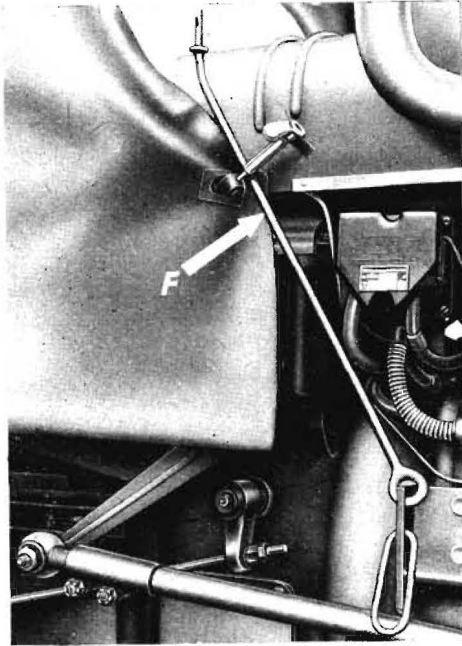

Bild 6
- 1.6 Die Haltestange (F) wird beim Mähen unter dem Kühlerhaubenverschluß befestigt. (Bild 6)